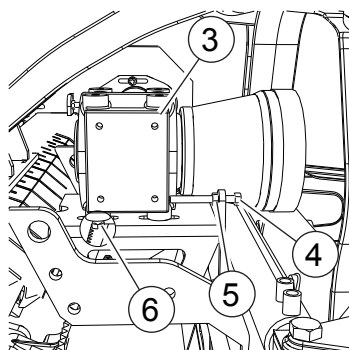
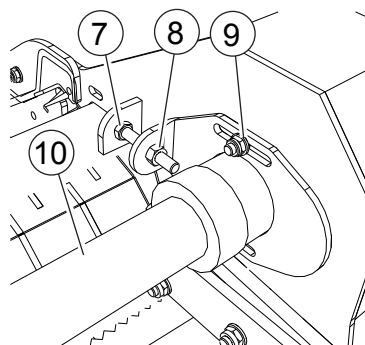

Fig.83
Fig.84
- Allentare il fissaggio della scatola ingranaggi (3, "Fig.83").
- Svitare le viti (6, "Fig.83").
- Allentare il dado (5, "Fig.83").
- Allentare il fissaggio della prolunga (10, "Fig.84").
- Svitare il dado (9, "Fig.84").
- Svitare il dado (8, "Fig.84").
- Svitare in senso antiorario la vite (4, "Fig.83"). Svitare in senso orario la vite (7, "Fig.84").
- Loosen the fastening of the gear box (3, "Fig.83").
- To unscrew the grapevines (6, "Fig.83").
- To loosen the die (5, "Fig.83").
- Loosen the fastening of the extension (10, "Fig.84").
- To unscrew the die (9, "Fig.84").
- To unscrew the die (8, "Fig.84").
- Unscrew the screw counterclockwise (4, "Fig.83"). Unscrew the screw clockwise (7, "Fig.84").
- Desserrer la fixation du boitier (3, "Fig.83").
- Devisser les vis (6, "Fig.83").
- Desserrer le dé (5, "Fig.83").
- Desserrer la fixation de la rallonge (10, "Fig.84").
- Devisser le dé (9, "Fig.84").
- Devisser le dé (8, "Fig.84").
- Devisser la vis en sens anti-horaire (4, "Fig.83"). Devisser la vis en sens horaire (7, "Fig.84").
- Lockern der Fixierung der Getriebe (3, "Fig.83").
- Abschrauben Sie die Schraube (6, "Fig.83").
- Lockern die Mutter (5, "Fig.83").
- Lockern der Fixierung der Verlängerung (10, "Fig.84").
- Abschrauben Sie die Mutter (9, "Fig.84").
- Abschrauben Sie die Mutter (8, "Fig.84").
- Abschrauben Sie die Schraube gegen Uhrzeigerichtung (4, "Fig.83"). Abschrauben Sie die Schraube Uhrzeigerichtung (7, "Fig.84").
- Aflojar la fijaicon de la caja engranaje (3, "Fig.83").
- Destornillar las vides (6, "Fig.83").